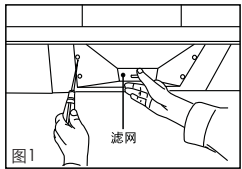

图1
- 1) 首先，拔下电源插头，取下可调装饰罩，从墙壁上取下整机，如图 1；